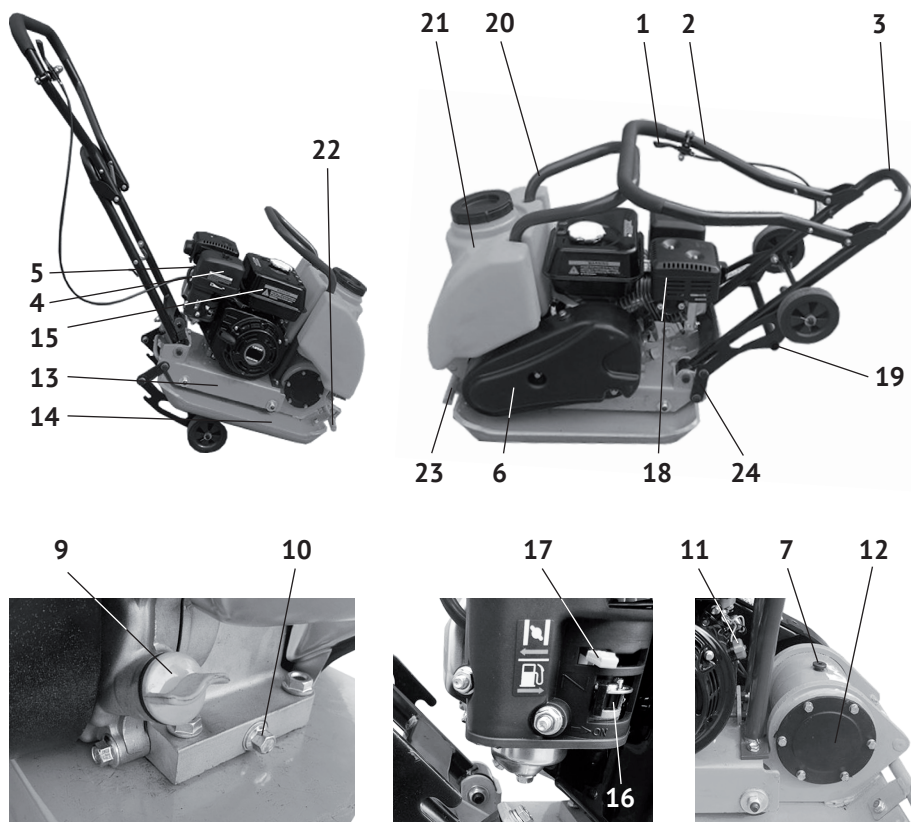

рис.1
2.4 Общий вид виброплиты представлен на рис.1
Основным несущим узлом виброплиты является цельнометаллическое основание (рис.1 поз.14), выполненное заодно с корпусом вибратора, имеющее форму широкой «лыжи» с загнутыми краями. Сверху на основание крепится, с использованием виброамортизаторов (резиновых подушек), платформа двигателя (рис.1 поз.13). Платформа двигателя – сварная конструкция, являющаяся базовым узлом, на которую крепятся: двигатель с приводом, рукоятка управления (рис.1 поз.3), кронштейн с колёсами (рис.1 поз.19), рама крепления (рис.1 поз.20) системы орошения с баком (рис.1 поз.21) и кожух ремённой передачи (рис.1 поз.6).
В корпус вибратора, на подшипниках, смонтирован эксцентриковый вал, закрытый с торцов крышками (рис.1 поз.12). На выходном конце вала вибратора закреплён шкив ремённой передачи.
При вращении эксцентрикового вала вибратора создается центробежная сила, приводящая к вибрации плиты (рис.1 поз.14). Амплитуда колебаний в передней части виброоснования больше, чем сзади, что приводит к прямолинейному передвижению виброплиты.
- прикрутить соединительные планки (рис.1 поз.24) болтами сбоку к платформе двигателя;
- прикрепить к планкам кронштейн колёс (рис.1 поз.19) болтами с самоконтрящимися гайками.
Открутите крышку топливного бака (рис.1 поз.8). Заливайте бензин в топливный бак не более чем на 1 см ниже уровня основания заливной горловины. Перед запуском двигателя тщательно протрите крышку бензобака, удалив возможные при заправке брызги топлива.
- открутить пробку (рис.1 поз.7) в верхней части корпуса вибратора;
- отвернув крышку пластикового бака (рис.1 поз.21), залейте воду;
- отрегулируйте подачу воды с помощью крана оросительной трубки (рис.1 поз.22).
- медленно потяните за ручку стартера (рис.1 поз.15) до появления сопротивления, а затем резким движением вытяните трос на всю длину. Повторите действие ещё раз, если двигатель не завёлся;